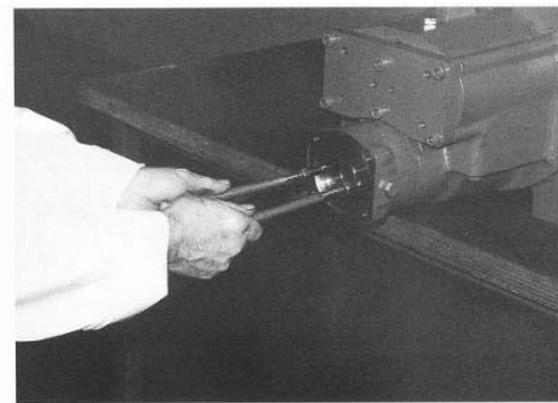

Рис. 32
18. Приводной барабан затем можно снять с помощью инструментов для извлечения. (Рис. 32)